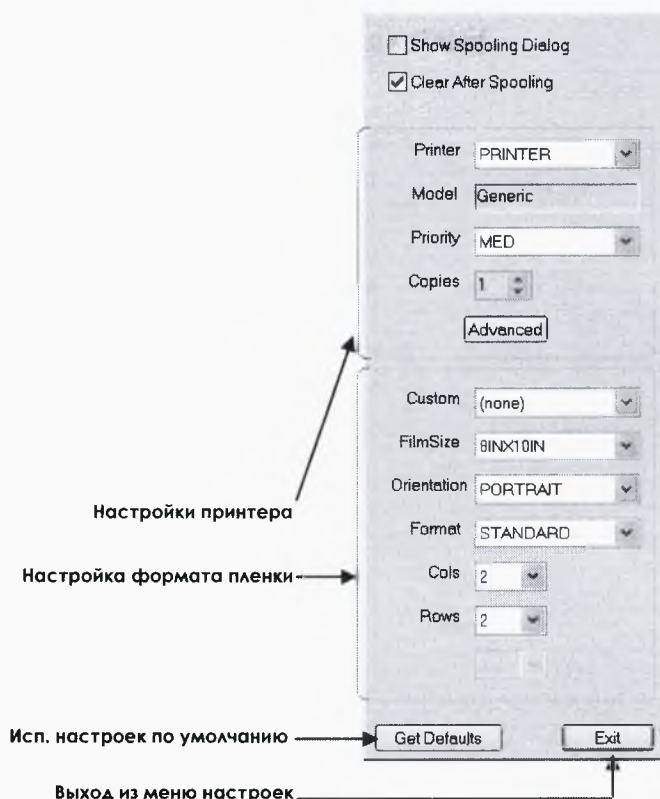

Рисунок 144
– выберите **Развернуть** для открытия меню настройки (см. рисунок 144) и, таким образом, установите параметры пленки: